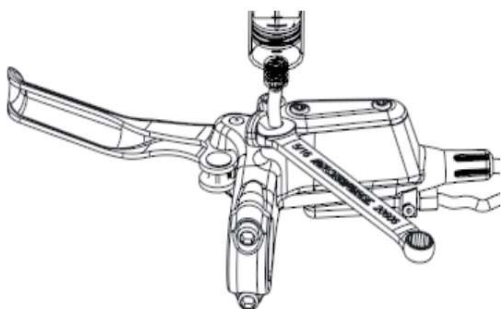

Figure 5-3 Utilisez une clé plate de 8 mm pour desserrer/serrer le filetage du raccord d'huile du corps de l'étrier
- ④ Utilisez une clé plate de 8 mm pour serrer le raccord d'huile du corps principal (tournez dans le sens des aiguilles d'une montre d'environ 1 tour et demi, comme indiqué sur la figure 5-3).
- ⑤ Remplissage d'huile formel : Tout d'abord, appuyez sur la poignée de frein avec votre main, puis relâchez-la jusqu'à ce qu'aucune bulle ne s'échappe du tuyau de la seringue. Si l'effet n'est pas évident, appuyez d'abord sur la seringue avec votre main pour permettre à l'huile de frein de pénétrer dans le frein à disque, puis retirez la seringue pour expulser les bulles, répétez cette action trois à cinq fois, puis continuez à appuyer et à relâcher la poignée de frein jusqu'à ce qu'aucune bulle ne s'échappe du tuyau de la seringue. Le remplissage d'huile est terminé, retirez la seringue, insérez la buse d'huile dans le corps principal et serrez la vis de remplissage d'huile.